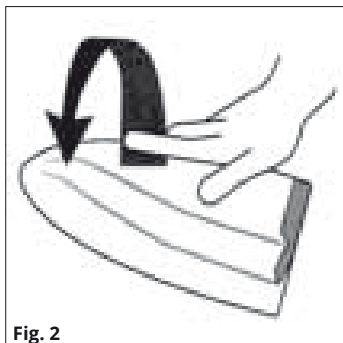

Fig. 2
- Tenendo fermamente i terminali, inserire la copertura attraverso il foro che ospiterà il faretto (Fig. 2).
- Far passare la copertura attraverso il controsoffitto in diagonale oppure piegandola (Fig. 2).